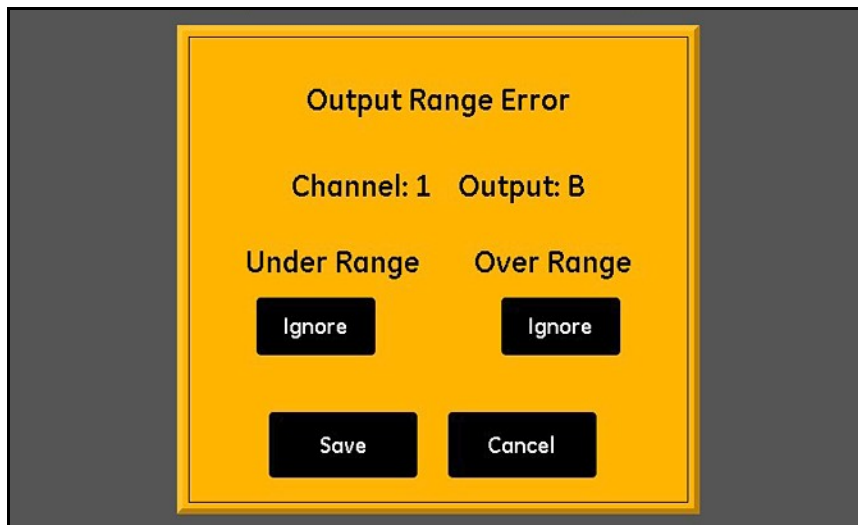

Figura 46: Tela Configuração de erro de faixa – Resposta de Saída
1. Toque no **Canal (1-6)** e na **Saída (A ou B)** a serem compensados e toque no botão **Erro de faixa** para abrir uma tela semelhante à *Figura 46* abaixo.